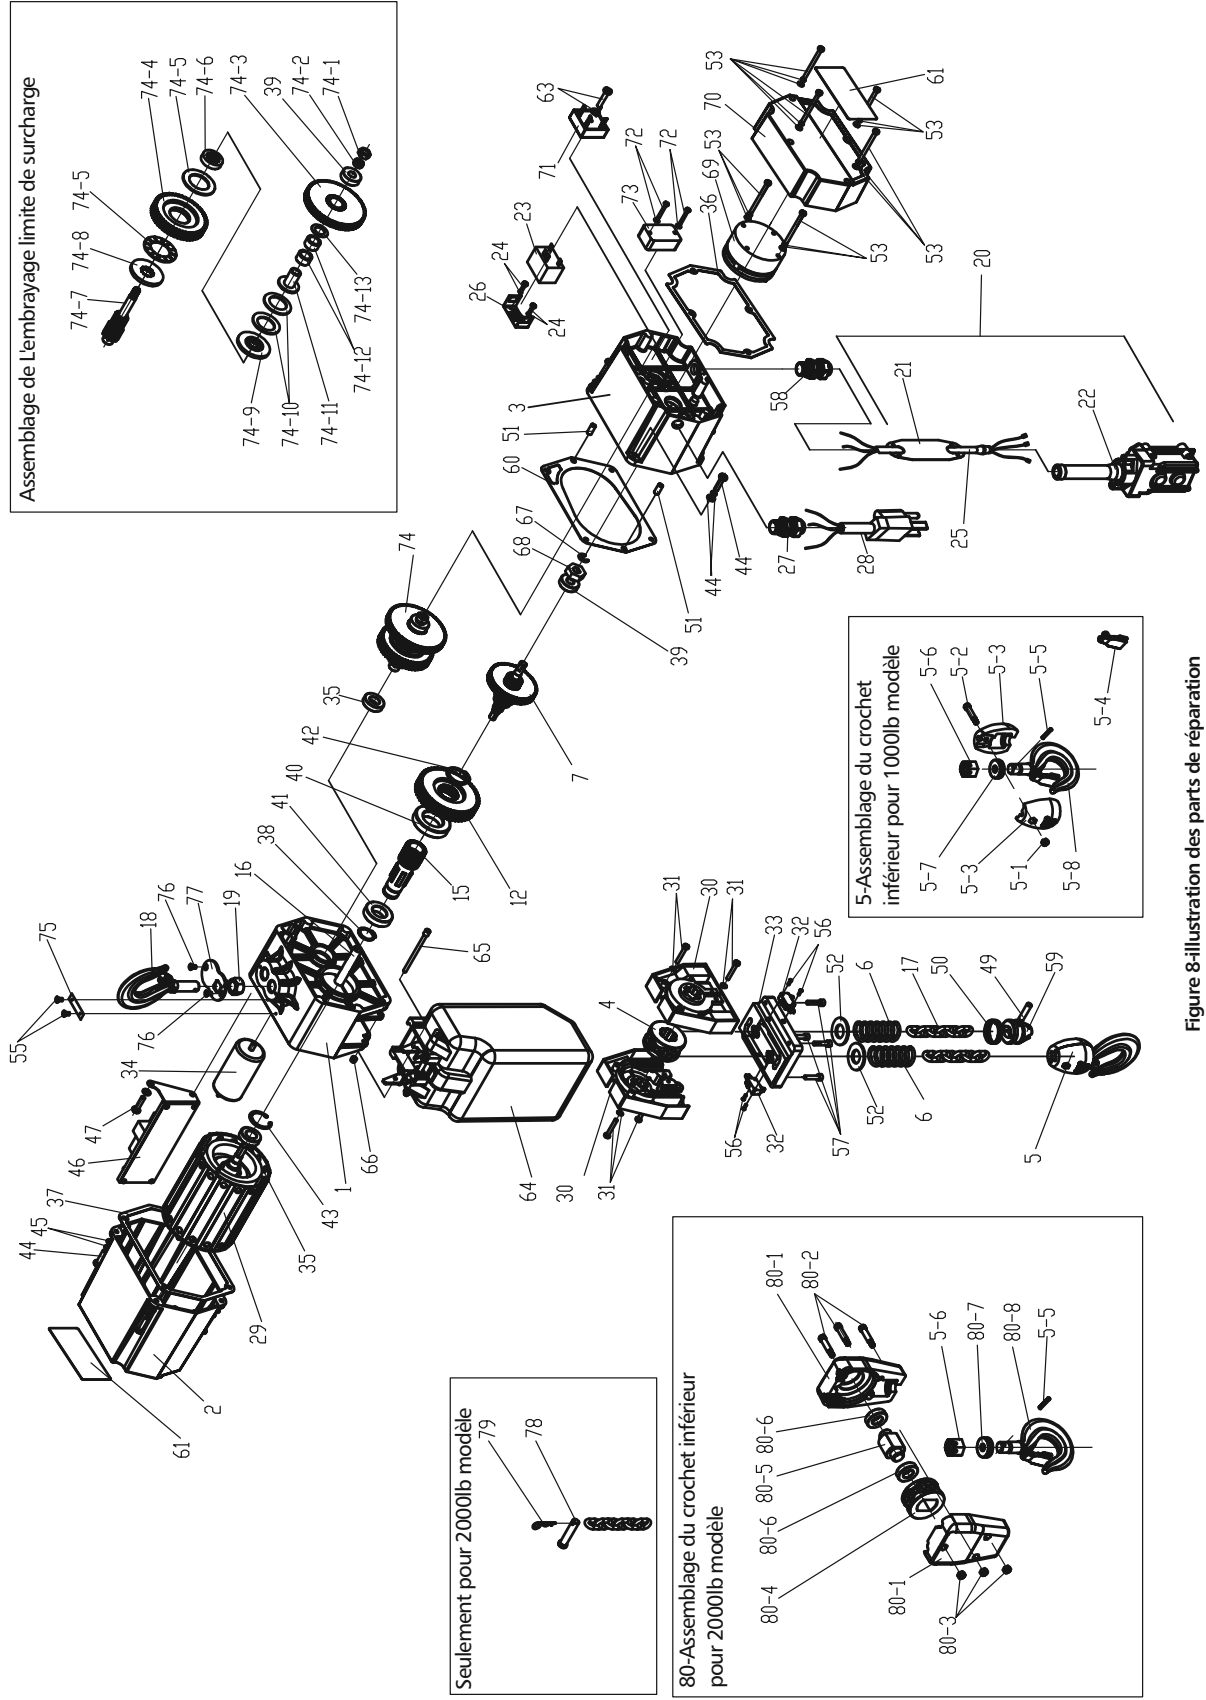

Figure 8-illustration des parts de réparation
2. Appliquez une petite quantité de graisse sur l'alésage de la poulie de renvoi. (Figure 8 Réf. N ° 4) dans le bloc en bas.
2. Retirez le couvercle de frein (Figure 8 Réf. N ° 70)
Lorsque le frein ne marche pas correctement, remplacez tout l'assemblage de frein (Figure 8 Réf. N ° 69).
L'embrayage de sécurité limite de surcharge a été fixé dans 1.3 à 1.8 fois la charge nominale du palan. En général, l'embrayage de sécurité limite de surcharge n'aura pas besoin d'un ajustement. Mais si le palan ne parvient pas à soulever la charge nominale lorsque le moteur marche, l'embrayage de sécurité limite de surcharge doit être réajusté. Procédez comme la suite. (figure 8 réf. N °74)
3. Débranchez la source de courant, et retirez capot de frein et le capot d'embrayage. (figure 8 réf. N °70 et N °73)